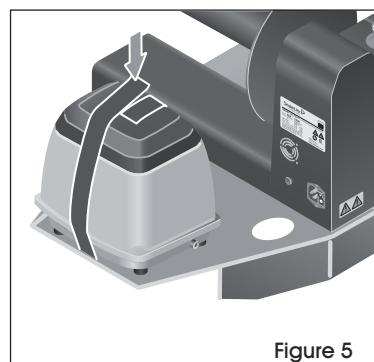

Figure 5
7. Joignez ensemble les deux extrémités de la sangle autogrippante pour fixer la pompe à air à l'ensemble du plateau. (Voir Figure 5)